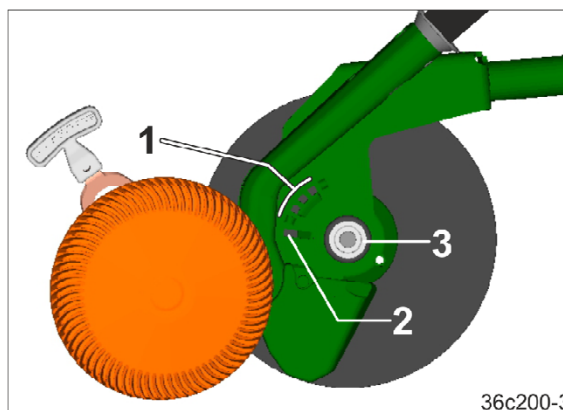

Fig. 172
1. Enclencher le levier au-delà du cran d'arrêt (Fig. 172/1) dans le trou oblong (Fig. 172/2).
2. Déplacer le disque de distribution dans le trou oblong (Fig. 172/2) jusqu'à ce que le disque de distribution se dégage du verrouillage (Fig. 172/3).